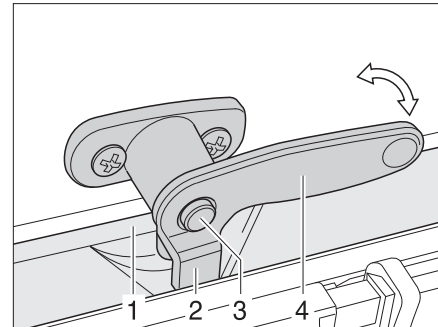

Bild 69 Verriegelungshebel mit Sicherungsknopf in Stellung "geschlossen"
- Falls vorhanden, den Sicherungsknopf (Bild 69,3) drücken und gedrückt halten.